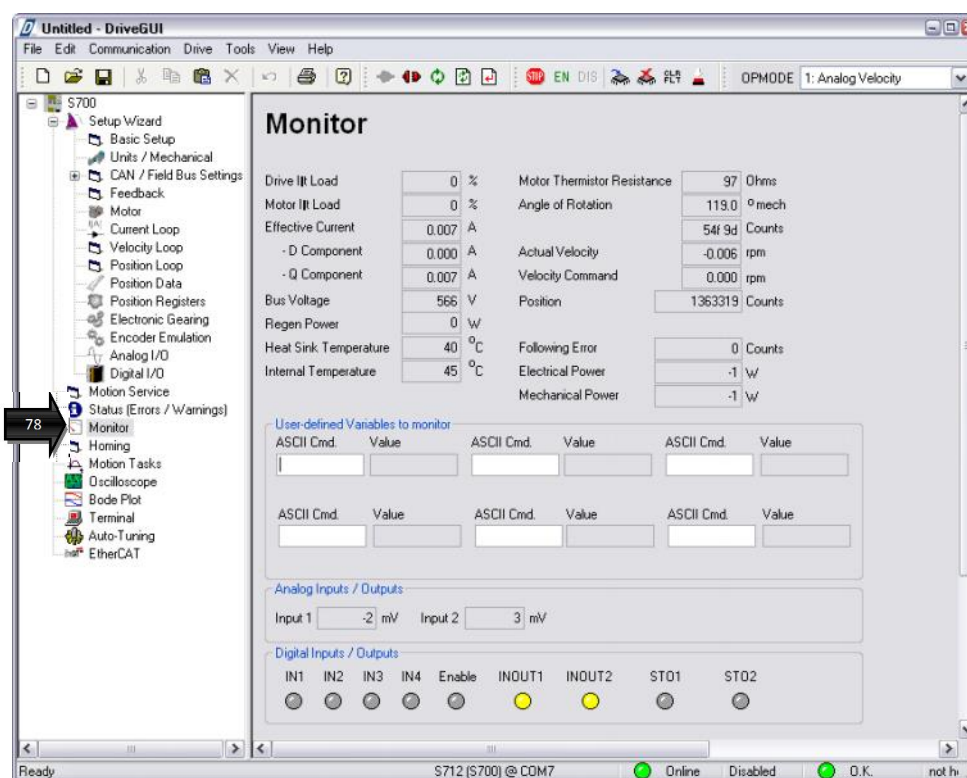

Рисунок 28 – Окно «Monitor»
5.16 Открыть окно «Monitor»⁷⁸ (рис. 28).